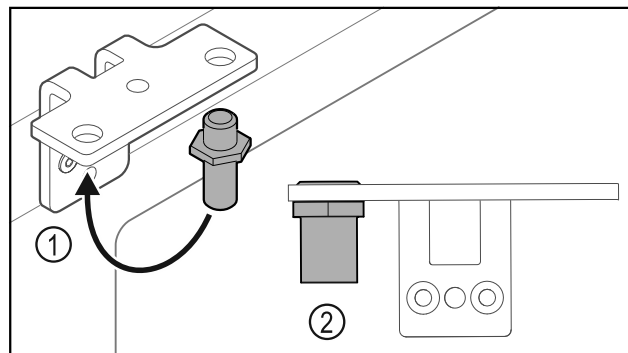

Fig. 30
- ▶ Helyezze át a csuklópántban a csapszeget Fig. 30 (1).
- ▶ Húzza meg a csapszeget Fig. 30 (2) **12 Nm-es forgatónyomatékkal**.